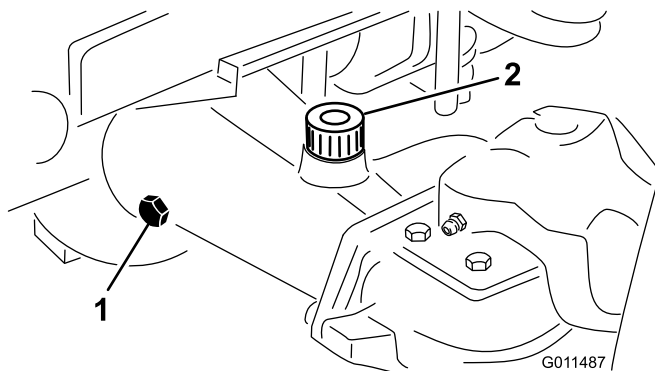

Figura 63
2. Togliete il tappo di controllo da un'estremità del ponte e verificate che il lubrificante raggiunga la base del foro (Figura 63).